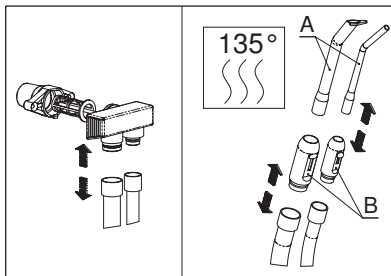

Abb. 16
Abb. 16: Kanülen (A) und Kanülenhalter (B) kann sterilisiert werden und sind Autoklaven sicher. Wenn nicht mit einem kontinuierlichen Saugsystem ausgestattet, sollte der Separator-System für einen kurzen Zeitraum Entleerung verbleiben.